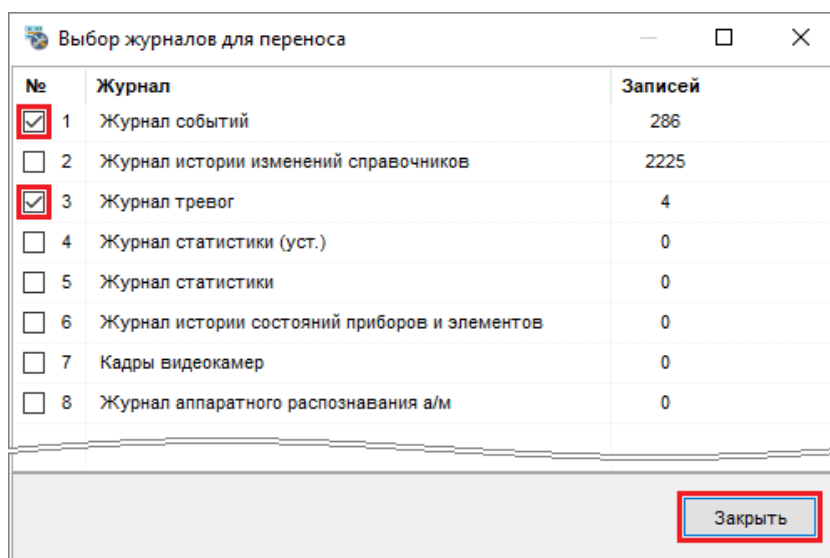

Рисунок 4-92 Выбор журналов для переноса
- 10) в появившемся окне «Выбор журналов для переноса» установите флаги слева от наименований тех журналов, данные из которых необходимо перенести в новую БД при миграции, и нажмите кнопку «Закрыть» (см. Рисунок 4-92);